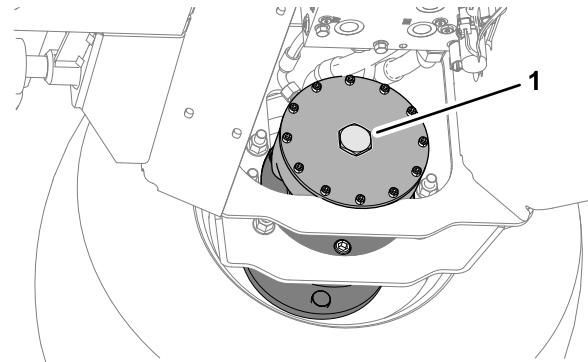

Figura 35
5. En el conjunto de freno del motor de la rueda delantera derecha, retire el tapón hexagonal (Figura 35).